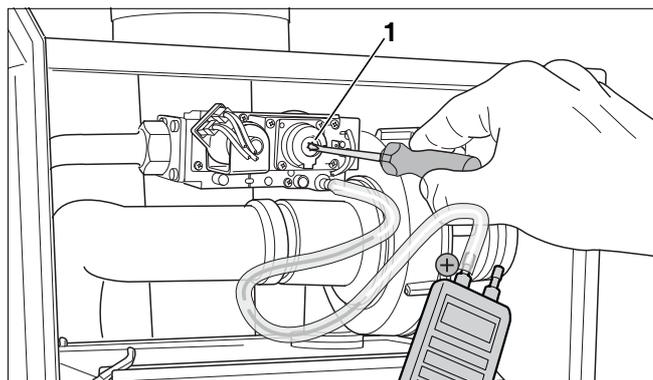

Fig. 68 Regolare il rapporto gas/aria
- Regolare eventualmente il rapporto gas/aria, agendo sulla vite di regolazione (Torx 40 H) (fig. 68, **pos. 1**), è ubicata dietro la vite di copertura (Torx 40 H).